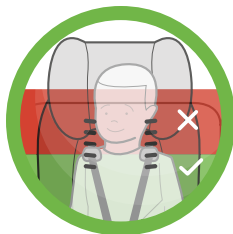

Figure 74
- **Orientation Vers l'Arrière** – Les Sangles du Harnais doivent traverser les Fentes du Harnais au niveau ou au-dessous – et le plus près possible – des épaules de l'enfant, tel qu'illustré dans la **Figure 74**.